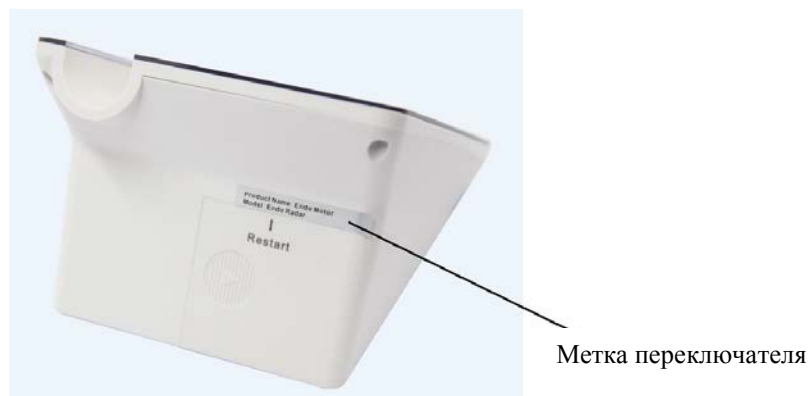

Рисунок 3
Габаритные размеры блока управления:	140 мм (± 1 мм) x 140,5 мм (± 1 мм) x 98,8 мм (± 2 мм) см. п. 15 Чертежи (Рисунок 3 Блок управления)
2.1 Перед первым использованием удалите метку переключателя с корпуса блока управления (см Рисунок 3).